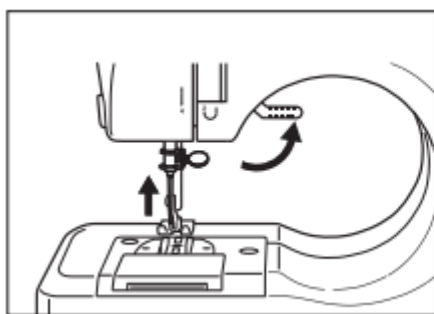

Fig.7
2. Stellen Sie den Nähfußheber ein und legen Sie den Stoff darunter. (Abbildung 7)